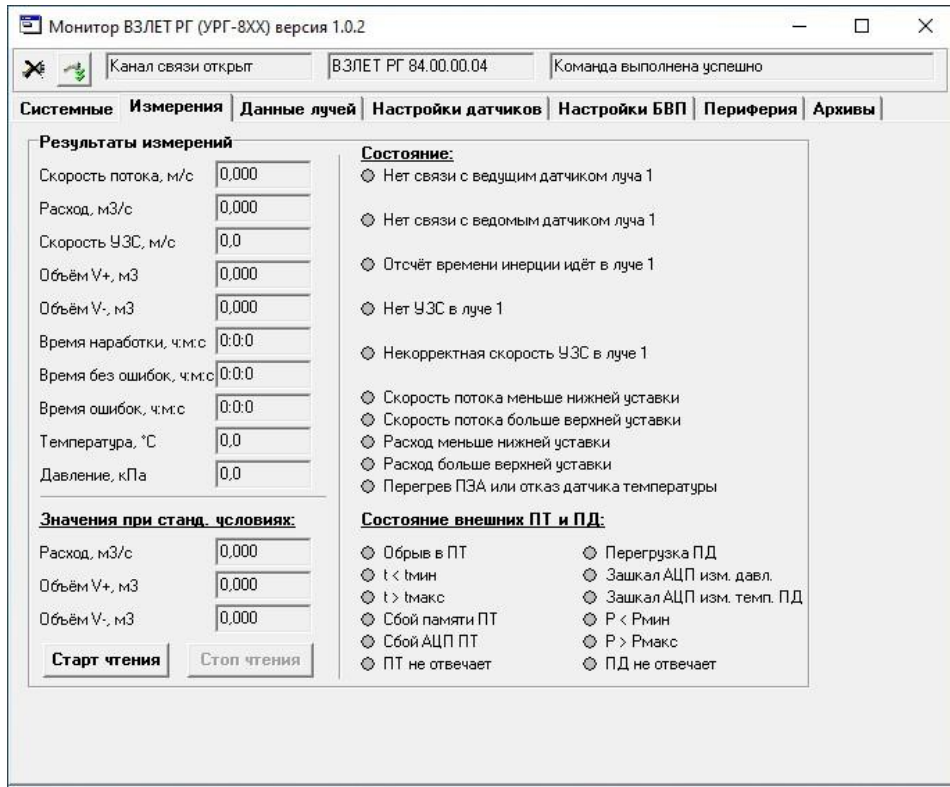

Рисунок 23 - Вкладка «Измерения»
6.4.1 Текущие значения измеряемых параметров отображаются на вкладке «Измерения» основного окна программы «Монитор Взлет РГ (УРГ-8XX)» (рисунок 23) после нажатия кнопки «Старт чтения».